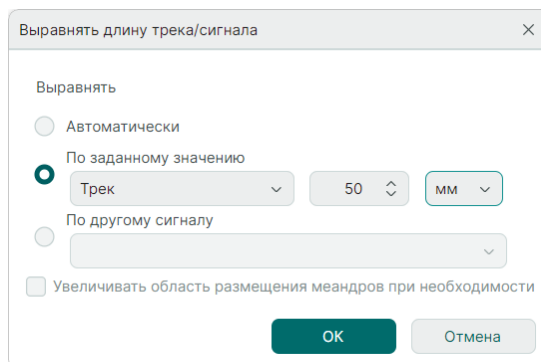

Рис. 384 Настройки выравнивания трека по заданному значению
3. Установите требуемое значение задержки/длины сигнала и единицы измерения и нажмите кнопку «ОК», см. Рис. 384.